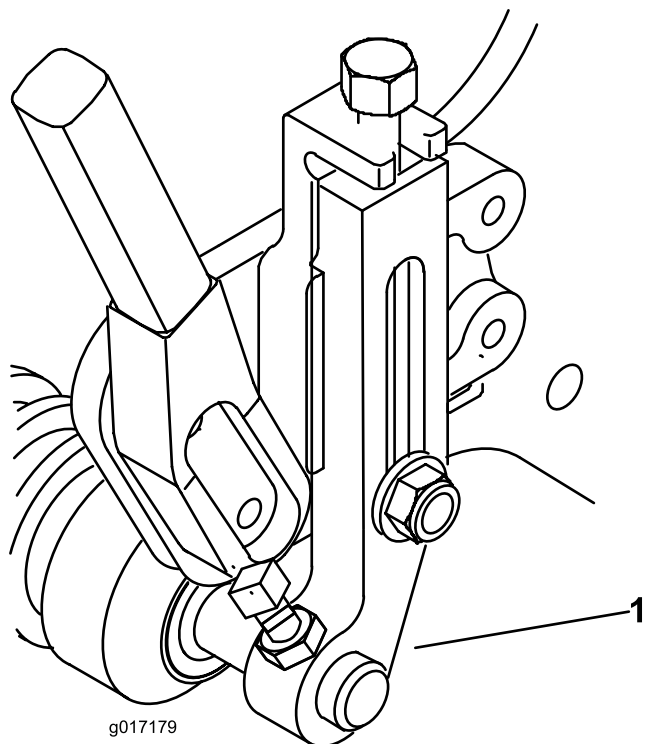

Figura 2
4. Apenas no Greensmaster 1600, instale os novos braços da altura de corte e o conjunto do rolo com os parafusos de ajuste da altura de corte, as porcas de segurança e os parafusos previamente retirados (Figura 2).
braços da altura de corte em ambos os modelos têm de ser rodados para a posição para a frente, conforme indicado em Figura 2.